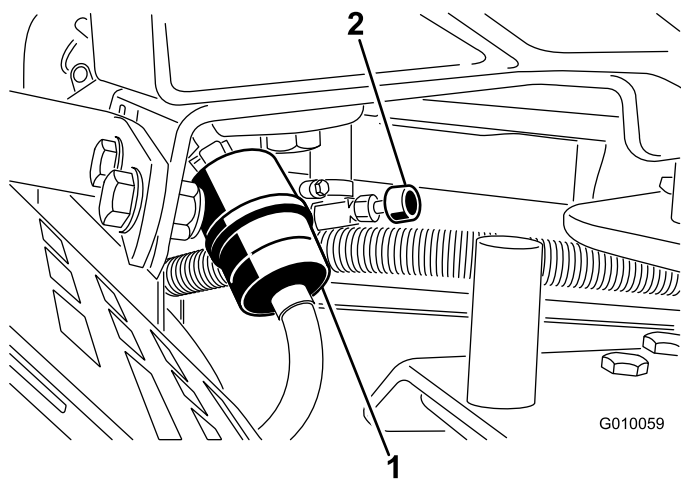

Figure 49
- Fermez le robinet d'arrivée de carburant (Figure 49).
3. Pincez les extrémités des colliers et éloignez les colliers du filtre (Figure 49).
5. Posez un filtre neuf et rapprochez les colliers de fixation du filtre (Figure 49).
7. Ouvrez le robinet d'arrivée de carburant (Figure 49).
2. Fermez le robinet d'arrivée de carburant (Figure 49).
3. Desserrez le collier de serrage au niveau du filtre à carburant et éloignez-le du filtre en le poussant le long de la conduite d'alimentation (Figure 49).
4. Débranchez la conduite d'alimentation du filtre à carburant (Figure 49). Ouvrez le robinet d'arrivée de carburant et faites couler le carburant dans un bidon ou un bac de vidange.
5. Raccordez la conduite d'alimentation au filtre. Rapprochez le collier de serrage du filtre pour fixer la conduite d'alimentation (Figure 49).